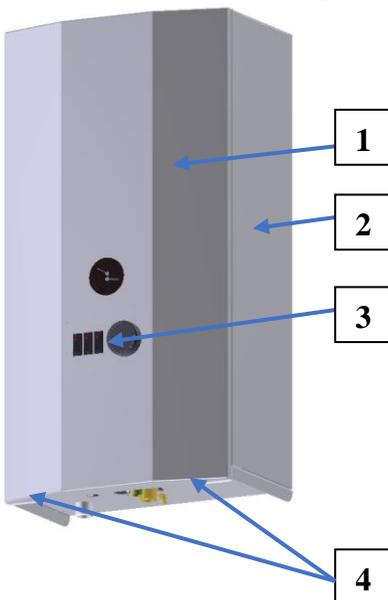

Рисунок 1.
- запрещается работа электродотла при снятой лицевой панели (1) рис.1.
- снять лицевую панель котла, для этого открутить два винта (4) рис.1 в нижней части корпуса, отодвинуть нижнюю часть панели и приподнять вверх;